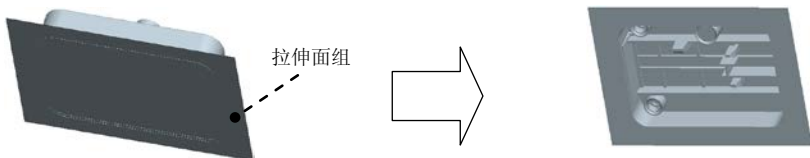

图 20.31 合并面组
- ③ 在“拉伸”操控板中单击 **✓** 按钮，完成特征的创建。
- (1) 按住 Ctrl 键, 选取合并面组 10 和拉伸曲面。
- (2) 单击 **分型面** 功能选项卡 **编辑** 区域中的 按钮, 系统弹出“合并”操控板。
- (3) 在“合并”操控板中单击 按钮, 使箭头指向外侧。
- (4) 在操控板中单击 **选项** 按钮, 在“选项”界面中选中 相交 单选项。
- (5) 确认无误后, 在“合并”操控板中单击 按钮。如图 20.31 所示。